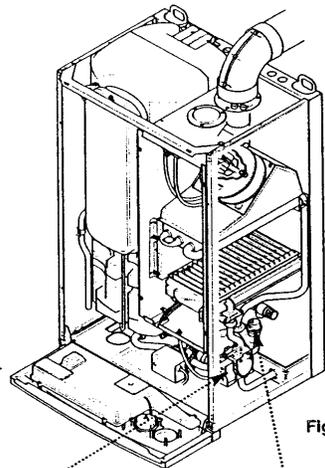

Fig. 37
5. Open the automatic air vent (Fig. 37).